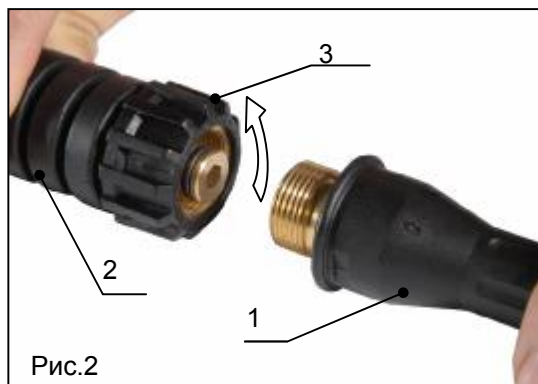

Рис.2
1. Вставьте распыляющую насадку (поз.1, рис.2) в пистолет (поз.2, рис.2) и зафиксируйте её крепёжной гайкой (поз.3, рис.2), поворачивая последнюю по часовой стрелке.